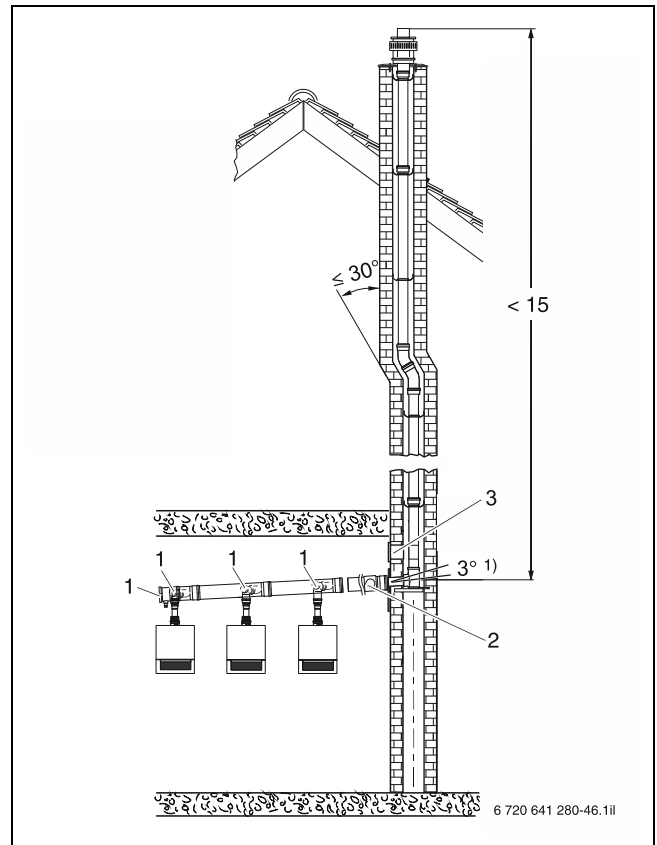
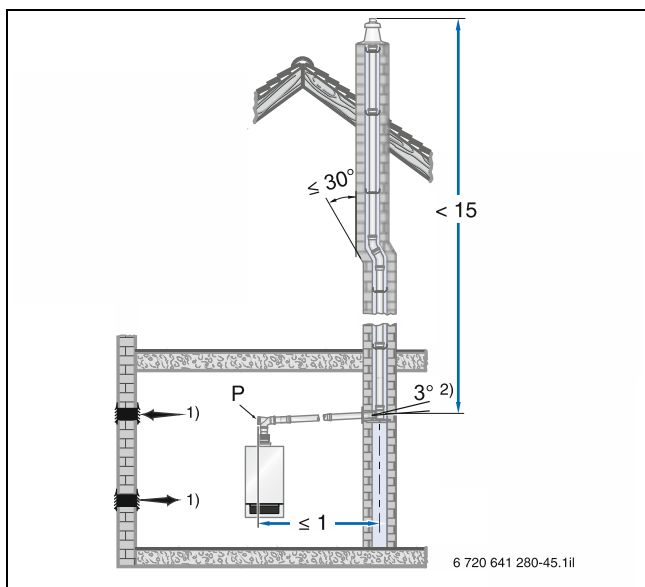

Рис. 115 Пример расположения смотрового люка в каскаде (размеры в метрах)
Рис. 114 Пример расположения смотрового отверстия (P) в горизонтальном дымоходе без перекрытия в монтажной комнате (размеры в м)
в соответствии с DIN 18160-1 и DIN 18160-5 должны быть легкими и безопасными для проверки и, при необходимости, очистки дымохода для работы в помещениях, зависящих от воздуха. Для этого необходимо предусмотреть Смотровые отверстия(рис. 114 и рис. 115).
- При подключении Logamax plus к дымоходу необходимо расположить нижнее смотровое отверстие - в вертикальной части дымоотвода непосредственно над половиной дымохода или – на торце в прямом, горизонтальном участке дымохода на расстоянии не более 1 м от отвода в вертикальную секцию, при условии, что оно находится на расстоянии не более 1 м от отвода в вертикальную секцию. между ними нет отвода (рис. 114) или – сбоку в горизонтальной части дымоотвода на расстоянии не более 30 см от отвода в вертикальной части (см. рис. 115, [2]).
- Нижнее смотровое отверстие расположено на DN 160 и DN 200, как показано на рис. 115, [2]
- Нижний смотровое отверстие выполнен в соответствии с DIN 18160-1 и 18160-5 (см. рис. 114 и рис. 115).